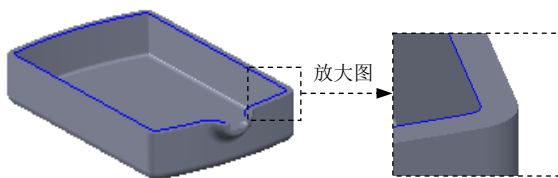

图 3.34.35 组合曲线 1
Step5. 创建组合曲线 1。选择下拉菜单 **插入(I)** → **曲线(U)** → **组合曲线(C)** 命令，系统弹出“组合曲线”对话框；选取图 3.34.35 所示的模型边线为要组合的边线；单击对话框中的 **✓** 按钮，完成组合曲线 1 的创建。